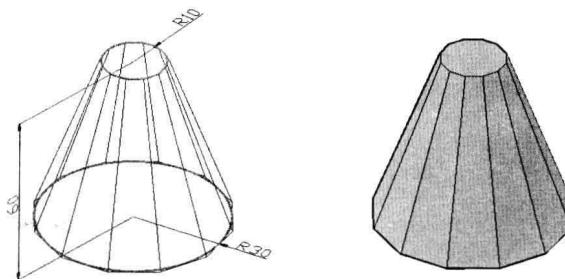

图 8-2-17
(6) 单击“棱锥体”按钮△，命令行提示“4个侧面，外切，指定底面的中心点或 [边 (E) / 侧面 (S)]”，输入“s”，按 Enter 键。
- (7) 命令行提示“输入侧面数 <4>”，输入“12”，按 Enter 键。
- (8) 命令行提示“指定底面的中心点或 [边 (E) / 侧面(S)]”，单击一点，确定底面中心点。
- (9) 命令行提示“指定底面半径或 [内接(I)] <32.4718>”，输入“30”，按 Enter 键。
- (10) 命令行提示“指定高度或 [两点 (2P) / 轴端点(A)/ 顶面半径 (T)]<78.3167>”，输入“t”，按空格键。
- (11) 命令行提示“指定顶面半径 <0.0000>”，输入“10”，按 Enter 键。
- (12) 命令行提示“指定高度或 [两点 (2P) / 轴端点 (A)] <100.0000>”，输入“60”，按 Enter 键。
- (13) 创建的多边棱台，其顶面逐渐缩小到一个与底面边数相同的平面，效果如图 8-2-17 所示，底面多边形外切于一个虚拟的半径为 30 的圆，顶面多边形外切于虚拟圆的半径为 10。